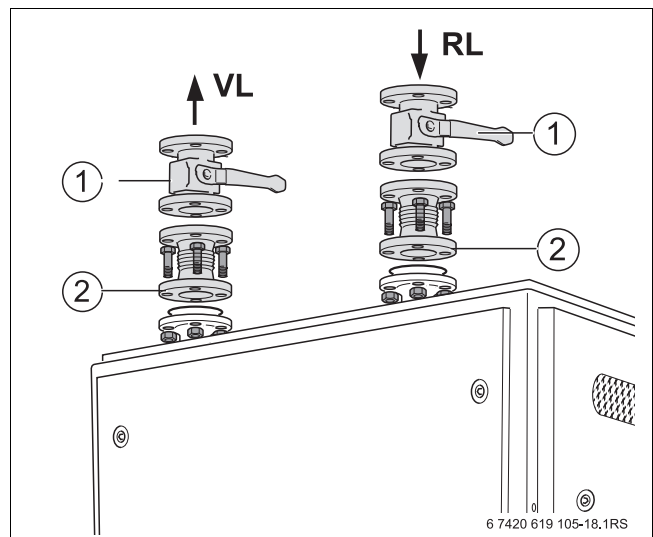

Рис. 18 Подключение подающей и обратной линий (пример)
- ▶ Выполните подключения как показано в примере (→ рис. 18, стр. 24).